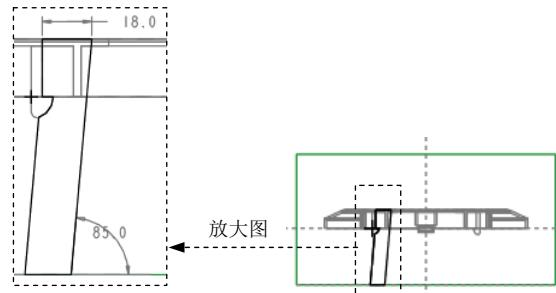
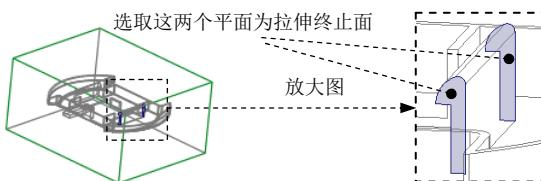

图 27.10 截面草图
图 27.11 选取拉伸终止面
Step3. 通过拉伸的方法创建第一个销体积块。单击 **编辑模具体积块** 操控板 **形状** ▾ 区域中的 **拉伸** 按钮，此时系统弹出“拉伸”操控板；右击，从系统弹出的菜单中选择 **定义内部草绘...** 命令；选取 MOLD_RIGHT 基准平面为草绘平面，MOLD_FRONT 基准平面为草绘平面的参考平面，方向为 **左**。单击 **草绘** 按钮，进入草绘环境；进入草绘环境后，绘制图 27.10 所示的截面草图(使用“投影”命令绘制截面草图)。完成截面草图的绘制后，单击“草绘”操控板中的“确定”按钮 **✓**；在操控板中单击 **选项** 按钮，在“选项”界面中将第 1 侧和第 2 侧深度类型都设为 **到选定项**，调整模型方位，选取图 27.11 所示的两个平面为拉伸终止面；在“拉伸”操控板中单击 **✓** 按钮，完成特征的创建。